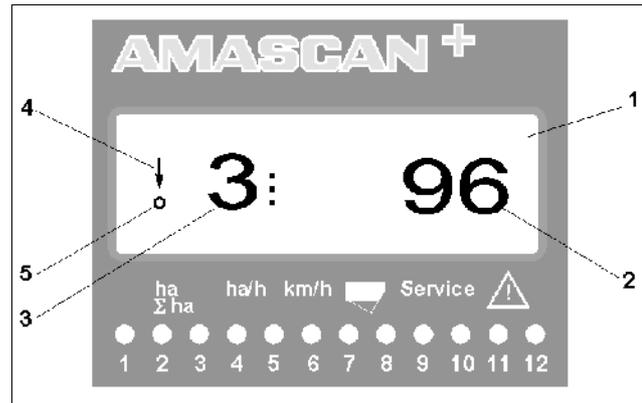

Fig. 4
Estando la sembradora monograno en estado operativo, la pantalla de 6 líneas (Fig. 4/1) visualiza los siguientes datos:
- a la derecha: la cantidad actual [granos/ha]/1000 (Fig. 4/2).
- a la izquierda (Fig. 4/3) la indicación cambia (cifras 1, 2, 3, etc.) automáticamente cada 5 segundos. Aparece entonces el número del cuerpo de siembra que está siendo monitorizado en el momento actual.
- la flecha vertical (Fig. 4/4) y el círculo que parpadea debajo (Fig. 4/5), apenas el sensor de movimientos (sensor "X") transmite impulsos al **AMASCAN+**.
La asignación de teclas (Fig. 4) se subdivide en varios sectores: